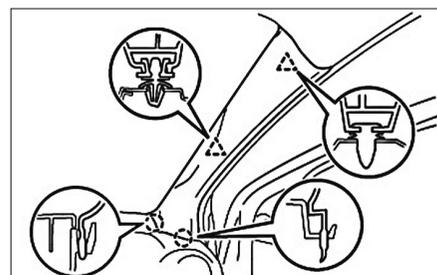

FIG. 115
- De chaque côté, décliper les garnitures de montant de pare-brise (Fig.115).